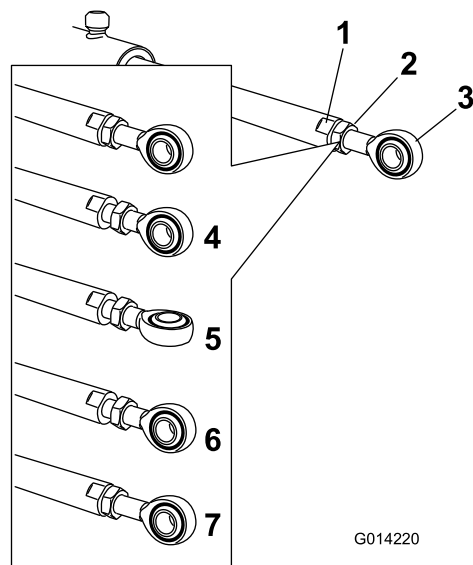

Figura 102
5. Coloque una llave plana sobre las zonas planas del actuador para inmovilizarlo, luego afloje la contratuerca para poder manipular la rótula (**Figura 102**).
6. Gire la rótula del actuador para acortar o alargar el actuador extendido a la posición deseada (**Figura 102**).